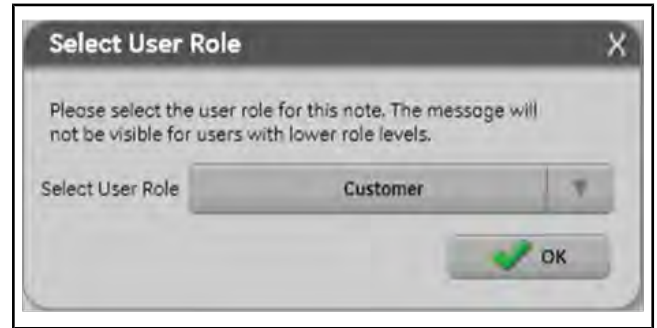

Рисунок 2.30-26: Выбор роли пользователя
**ПРИМЕЧАНИЕ:** Его смогут просмотреть пользователи с тем же уровнем доступа или выше. Если пользователь не вошел в систему при просмотре доски сообщений, он увидит сообщения от пользователей, которые были в системе на тот момент, когда было сохранено сообщение, только в том случае, если автор сообщения изменит роль пользователя (см. Рисунок 2.30-26).